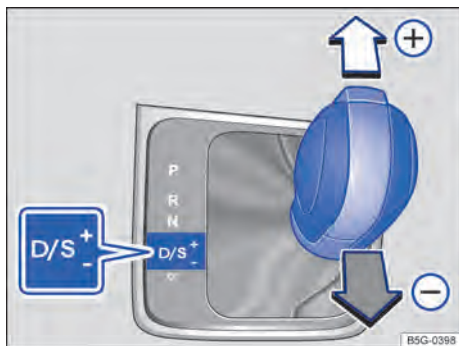

Fig. 136 Alavanca seletora na posição Tiptronic.
- Mover a alavanca seletora para frente ⊕ ou para trás ⊖ para aumentar ou diminuir a marcha → Fig. 136.